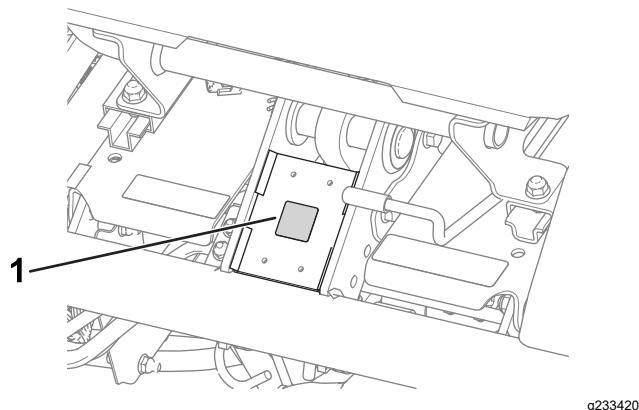

図 11
- CE マークステッカーP/N 93-7252を、運転席前下のフレーム部分に貼りつける 図 11。